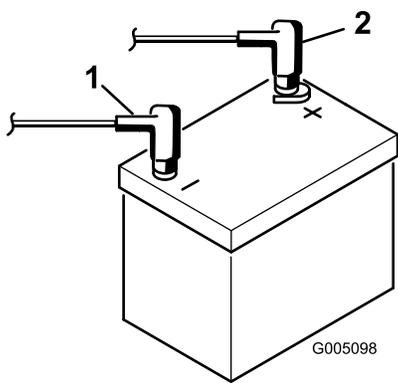

Рисунок 9
9. Подсоедините положительный кабель (красный) к положительной клемме (+), а отрицательный кабель (черный) – к отрицательной (-) клемме аккумуляторной батареи и закрепите их болтами и гайками (Рисунок 9). Наденьте на положительную клемму резиновый чехол для предотвращения возможного замыкания на массу.